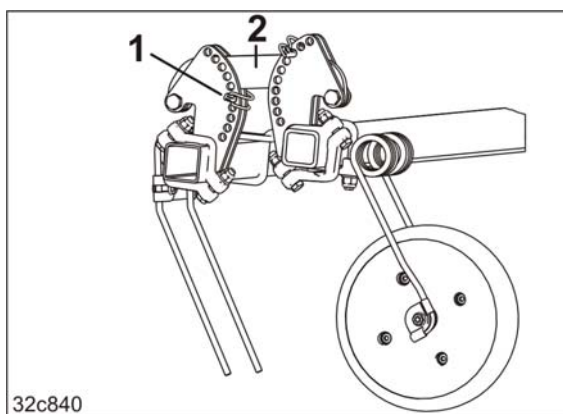

Fig. 177
1. Die Striegelzinkenverstellung erfolgt durch Abstecken des Rohrklappsteckers (Fig. 177/1) unterhalb des Lenkers (Fig. 177/2) in allen Segmenten, in der gleichen Bohrung.